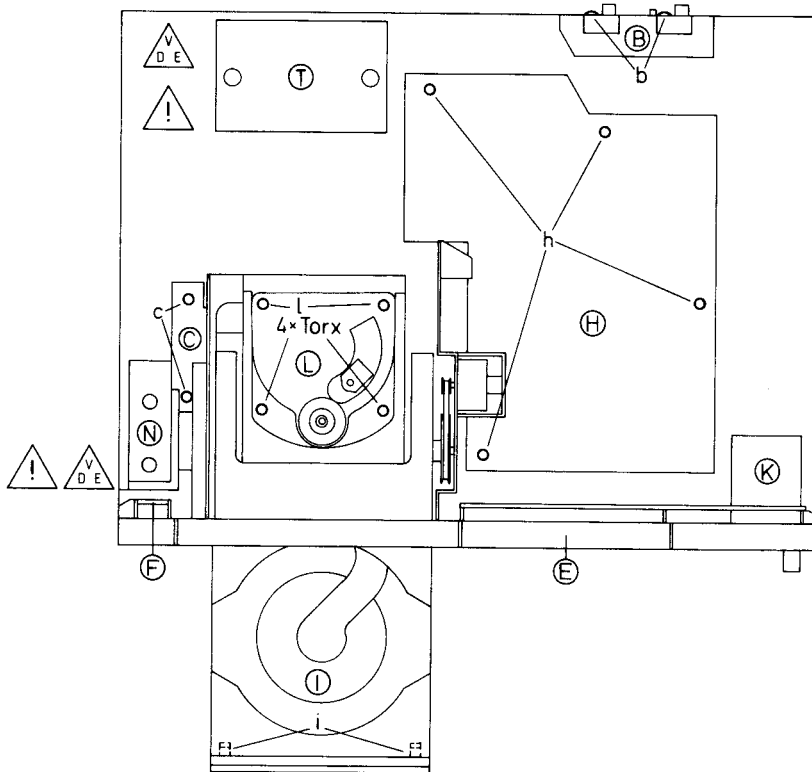

Fig. 3
Ausbau Funktionsleiter- platte (H) Fig. 3
Disassembly Main pcb (H) Fig. 3
Demontage du C.I. Prin- cipal (H) fig. 3
Smontaggio della pia- stra funzioni (H) fig. 3
Para desmontar la platina principal (H) fig. 3
Ausbau Bedien- und Anzeigeeinheit (E) Fig. 3
Disassembling Control- and Displayunit (E) Fig. 3
Demontage de l'unité de commande et de Afficha- ge (E) fig.3
Smontaggio unità co- mandi e display (E) fig. 3
Para desmontar la uni- dad de control y visuali- zación (E) fig. 3